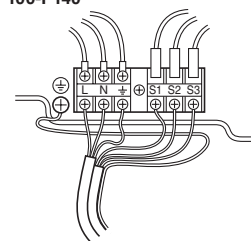

Fig. 6-2
### 6.1. Наружный прибор (Fig. 6-1, Fig. 6-2)
- ① Снимите защитную панель.
- ② Подсоедините кабели, как указано на рис. 6-1 и рис. 6-2.